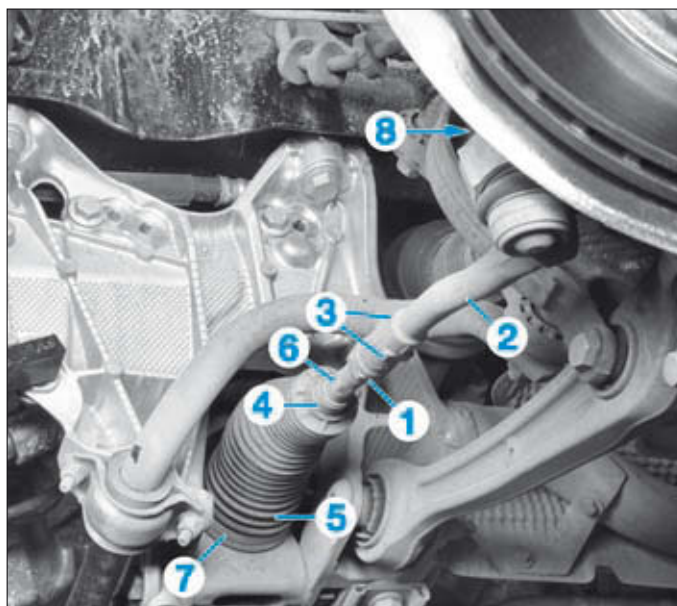

FIG. 10
- Débloquer le contre écrou (1) en maintenant la rotule (2) par les méplats (3) (Fig.10).
- le collier (4) du soufflet (5) de la biellette de direction (6),
- le collier (7) du soufflet (5) sur le boîtier de direction.
- Déposer l'écrou (8) de la rotule de direction.
- Extraire la rotule de direction (2) du pivot.
- Dévisser la rotule (2) de la biellette (6).
- Déposer le soufflet (5).